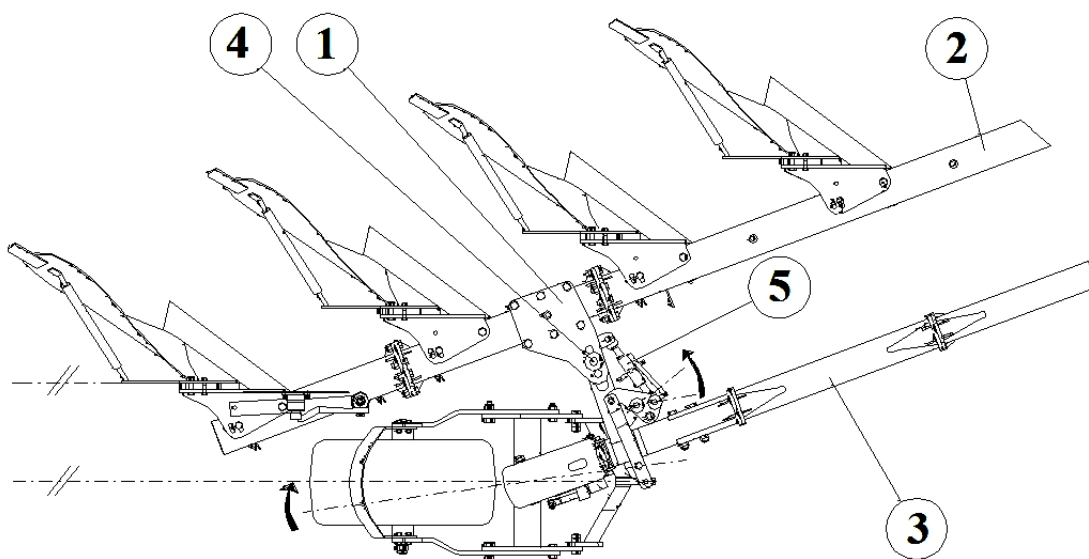

Рисунок 13.
- Установить кронштейн крепления колеса 1 (рис. 13) в требуемое положение на оси рамы 2.
- Добавить или удалить промежуточную балку оси рамы 3 (Рис. 13) длиной 1 м.
После установки ширины захвата корпусов, то есть общего захвата плуга, необходимо выполнить регулировку угла установки опорного колеса. При помощи регулировочного винта 5 (рис. 13) отрегулируйте направление хода колеса параллельно борозде или параллельно поверхности пяты корпуса плуга.